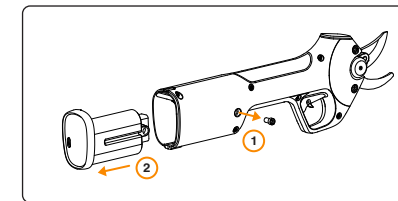

Figura 6: Remoção e substituição da bateria.
- Retire o parafuso Allen de 4 mm da tampa, como descrito na Figura 6.